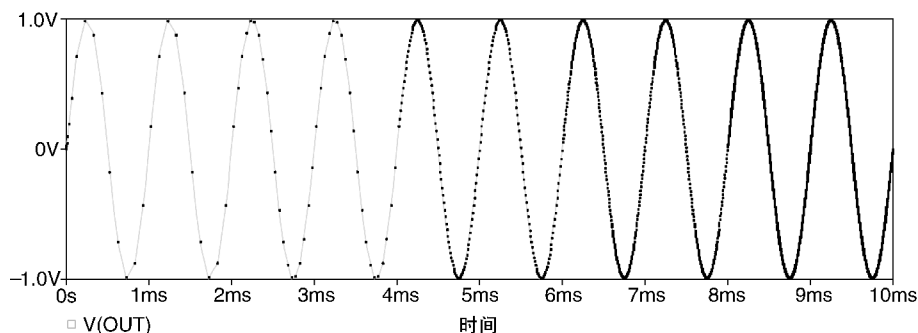

图 7.12 仿真最大步长减小时的正弦波波形变化
5. 运行电路仿真。保持 **Mark Data Points** 处于选定状态, 从图 7.12 中可以看出, 随着仿真步长的减小, 波形的分辨率逐渐提高。